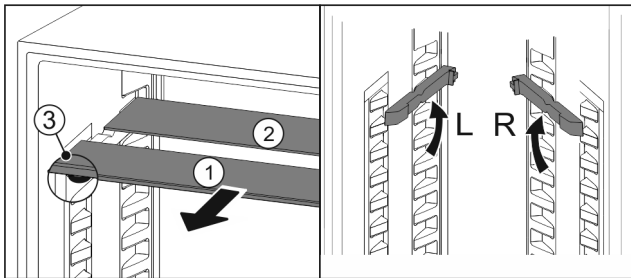

Fig. 22
- ▶ Glasplatten einzeln nach vorne herausziehen Fig. 22 (1).
- ▷ Glasplatte Fig. 22 (1) mit Zierleiste liegt vorne.
- ▷ Stopps Fig. 22 (3) zeigen nach unten.